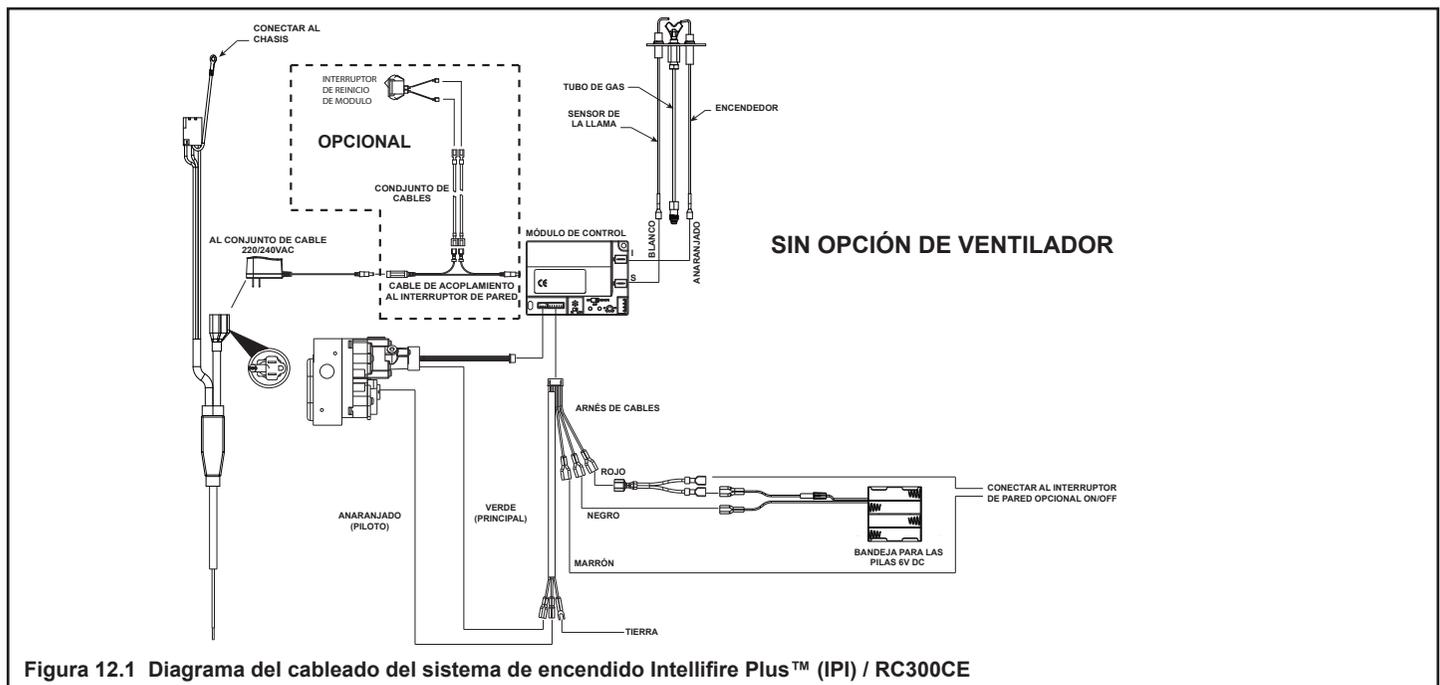

Figura 12.1 Diagrama del cableado del sistema de encendido Intellifire Plus™ (IPI) / RC300CE
- Consulte la Figura 12.1, Diagrama del cableado del sistema de encendido Intellifire Plus™ (IPI).